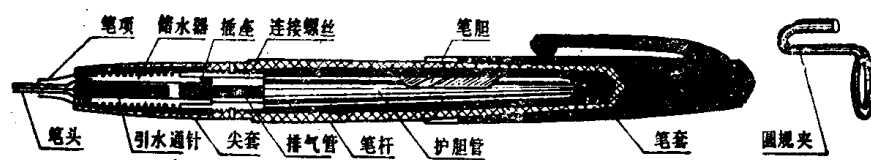
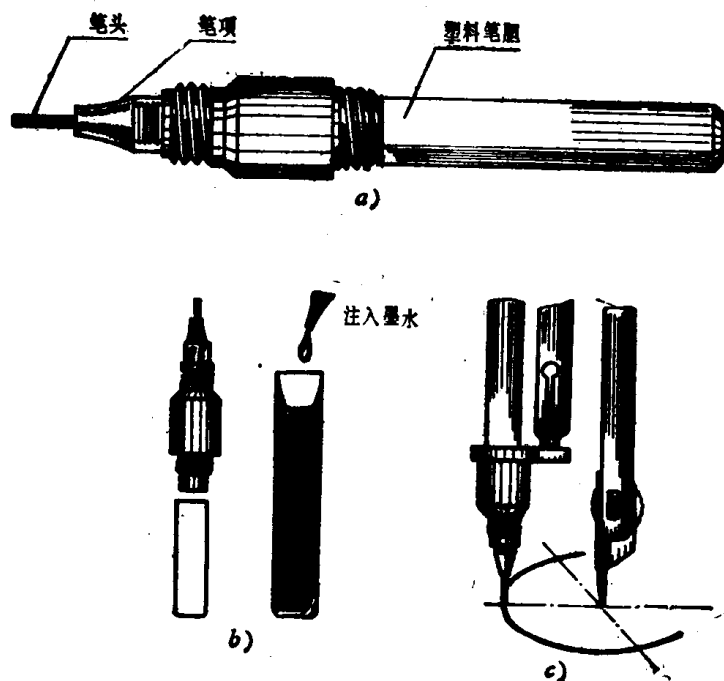

图 1-13
图 1-15
3. 针管笔 针管笔是一种带吸水、储水结构的描图笔,如图1-13所示。它适用于配合各
目前常见的针管笔有两种。第一种针管笔如图1-13所示,每套有三枝笔,可分别画0.3、0.6和0.9毫米的三种墨线。第二种针管笔如图1-15所示,其结构与第一种大致相同。这种笔每套有九枝,可分别画0.2、0.3、0.4、0.5、0.6、0.7、0.8、1.0和1.2mm 九种墨线。用针管笔